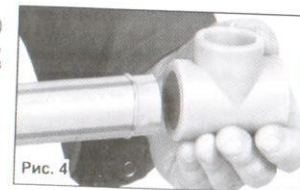

Рис. 4
- После нагрева следует быстро (в течение времени перестановки) снять фитинг и трубу с насадок, ввести трубу в фитинг до упора, избегая искривлений, и удерживать неподвижно для остывания в течение предписанного времени фиксации (См. Рис. 4).